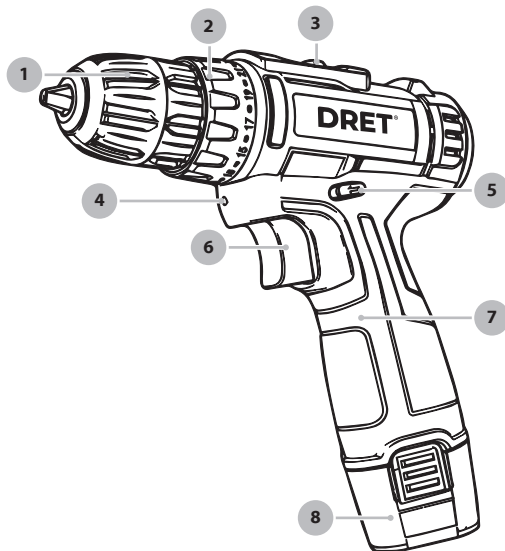

Рисунок 1
Во избежание травм, не завинчивайте крепёж в положении «сверление» (2) муфты крутящего момента №2 (рисунок 1) – в противном случае, при блокировании крепежа изделие передаст на Вас высокий крутящий момент.
- Во избежание повреждения инструмента не изменяйте режим скорости переключателем №3 (рисунок 1) во время вращения патрона.